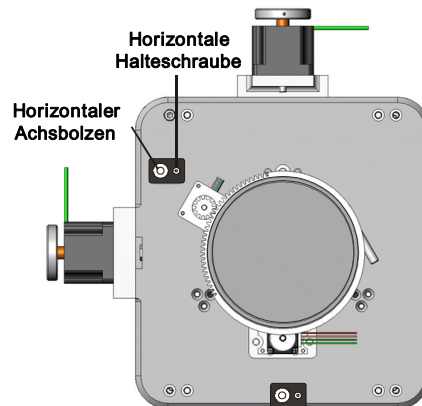
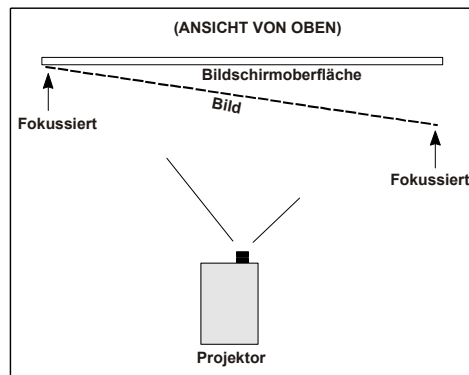

Abbildung 3-39 Horizontale Mittelachse
Abbildung 3-41 Luftbild zur Veranschaulichung der falsch ausgerichteten Mittelachse
- Die horizontale Halteschraube dient als Gegenwiderstand zum Halten der Objektivhalterung nach dem Ausrichten. Lösen Sie vor dem Einstellen der Mittelachse die **horizontale Halteschraube**. Siehe **Abbildung 3-39**.
- a. Erscheint die rechte Bildseite scharf, bevor das Objektiv vollständig eingefahren ist, liegt der Bildfokus vor dem Bildschirm. Siehe **Abbildung 3-41**. Stellen Sie zum Beheben dieses Problems den Bolzen der **horizontalen Mittelachse** wie benötigt ein, um die Objektivhalterung nach LINKS zum Anpassen der linken/rechten Kanten zu lenken. Siehe **Abbildung 3-39**.
7. Ziehen Sie die **horizontale Halteschraube** an, um die Einstellungen beizubehalten. Prüfen Sie die Mittelachse erneut. Siehe **Abbildung 3-39**.